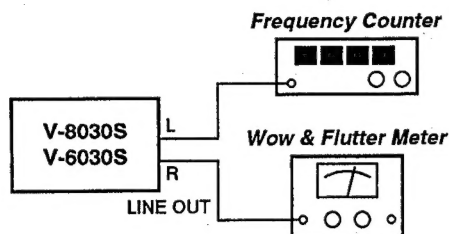

Fig. 3-1
1. Connect a frequency counter to the deck as shown in Fig. 3-1.
1. Fig. 3-1 のように周波数カウンターを接続する。
1. Connect a wow-and-flutter meter to the deck as shown in Fig. 3-1.
1. Fig. 3-1 のようにワウ・フラッターメーターを接続する。